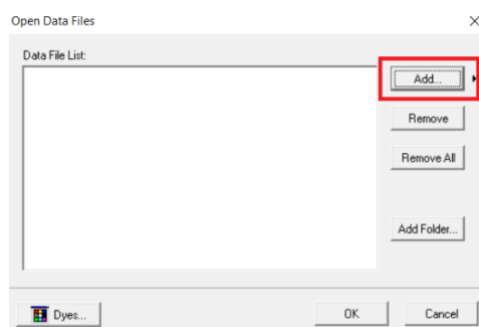

Рисунок 19
2. Нажать «**Add**» и загрузить нужные файлы (рисунок 19).